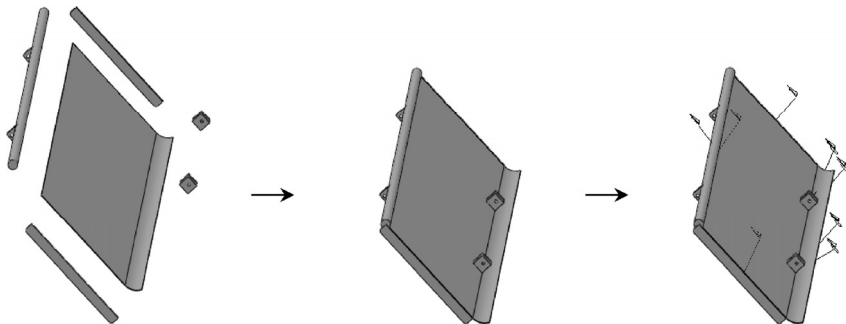

图 6-71 装配后挡板钣金件并添加焊缝
STEP 3 新建一“装配体”类型的文件，先后导入上面步骤创建的后挡板钣金件和本文提供的素材文件：后挡板横柱.sldprt、后挡板侧板.sldprt 和压块.sldprt，将各组件装配到一起（压块距离右侧边界距离为 540mm，压块间的距离分别为 20mm 和 800mm），并在适当位置添加大小为 1mm 的焊缝即可，如图 6-71 所示。